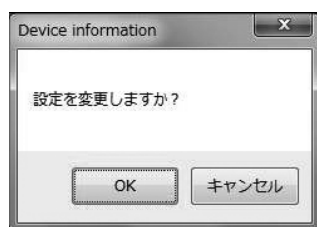

図3-46
- ④ 全ての設定が完了し、「OK」ボタンをクリックすると、メッセージボックス（図3-46）が表示されます。